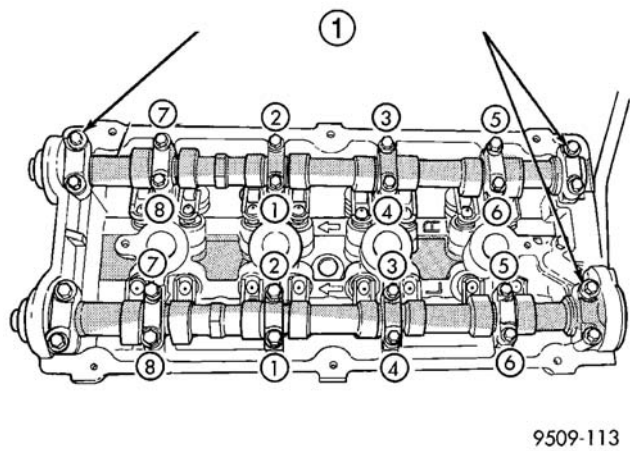

图 26 凸轮轴轴承盖—拆卸
(6) 按（图 26）所示顺序，依次将凸轮轴上的各轴承盖紧固件拧松。